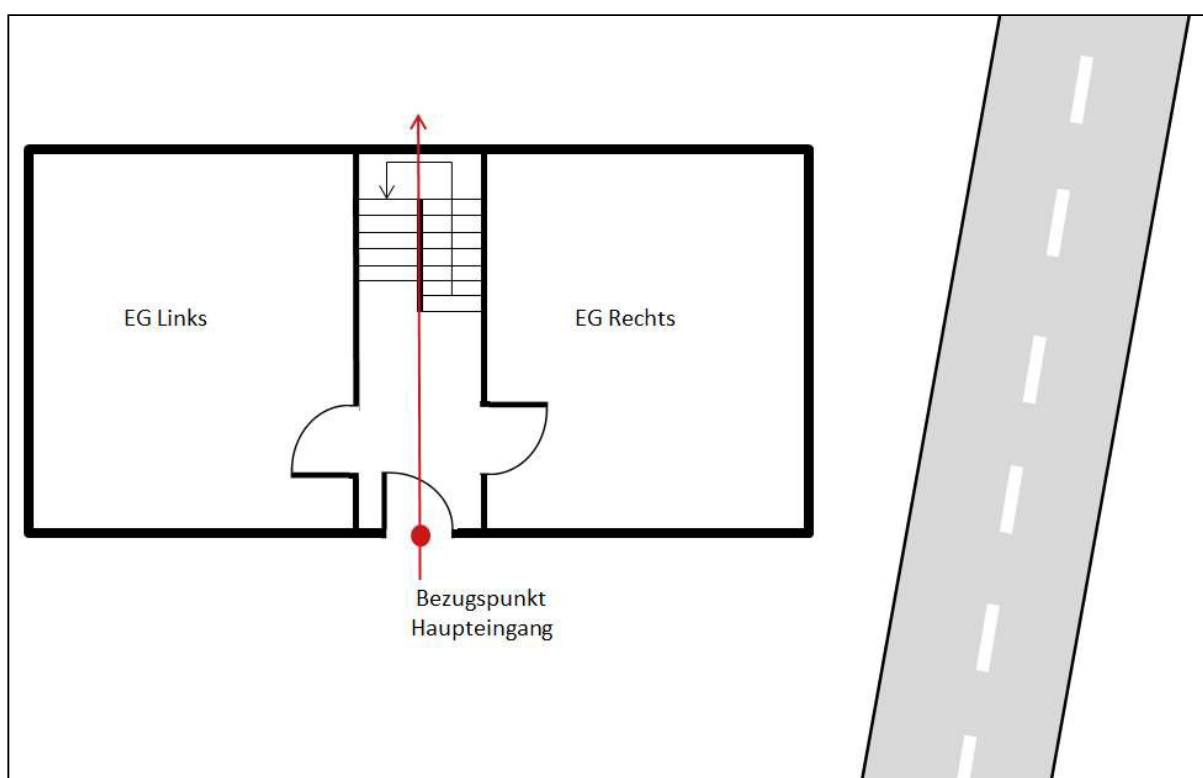

Abbildung 1
Die Zuordnung der Zähler zu den Wohneinheiten erfolgt von der Haupteingangstür (siehe Abb. 1) aus. Eine Zuordnung wird bis 3 Wohneinheiten pro Etage mit den Worten „Links, Mitte, Rechts“ vorgenommen. Darüber hinaus sind die Stockwerksbezeichnungen beginnend mit dem Erdgeschoss (EG), 1.Obergeschoss (OG01), 2. Obergeschoss (OG02) usw. vorzunehmen. Für eine Wohneinheit unter dem Dach kann auch die Bezeichnung „Dachgeschoss (DG)“ verwendet werden.